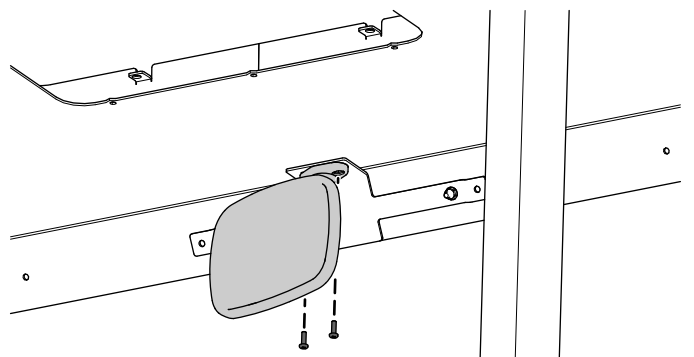

Figura 6
3. Prenda o espelho à montagem do espelho utilizando dois parafusos de cabeça Phillips (n.º 10 x 5/8 pol.) como se mostra na Figura 6.